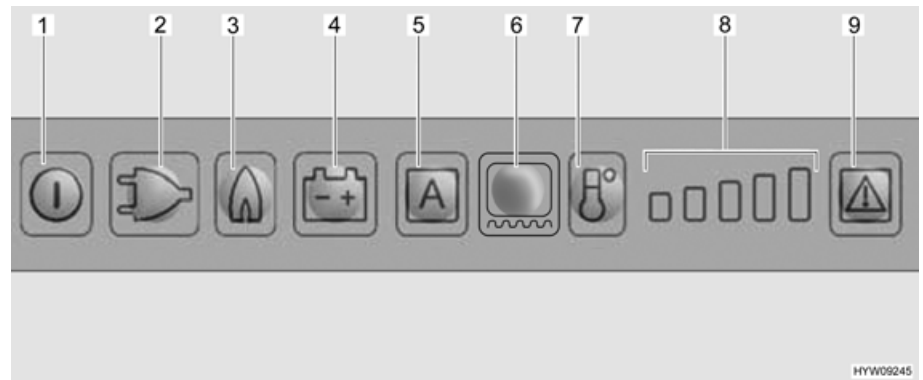

Bild 158 LED-Bedienfeld (Kühlschrank Dometic)
Beim Anwählen des Gasbetriebs wird die Zündsicherung automatisch geöffnet, so dass Gas zum Brenner strömen kann. Gleichzeitig wird der elektronische Zünder eingeschaltet. Erlischt die Gasflamme, z. B. durch einen Luftzug, wird der Zünder sofort aktiviert und zündet das Gas wieder an. Bei Störung im Gasbetrieb blinken die Leuchttasten Gas (Bild 158,3) und Störung (Bild 158,9), und es ertönt 20 Sekunden lang ein akustischer Alarm.
- Taste Ein/Aus (Bild 158,1) etwa 2 Sekunden lang drücken. Der Kühlschrank schaltet sich ein, die zuletzt gewählte Betriebsart wird angezeigt.
- Leuchttaste für die gewünschte Betriebsart (Bild 158,2 - 4) oder den Automatikmodus "AES" (Bild 158,5) (nur bei Ausführung AES) drücken.
- Kühltemperatur mit der Taste Kühlstufe (Bild 158,7) einstellen. Die Kühlstufen-Anzeige (Bild 158,8) zeigt die gewählte Thermostat-Einstellung an.
- Taste Ein/Aus (Bild 158,1) etwa 2 Sekunden lang drücken.
Kühltemperatur-Regelung Nach dem Einschalten wählt der Kühlschrank automatisch die mittlere Thermostat-Einstellung. Diese Einstellung kann manuell mit der Taste Kühlstufe (Bild 158,7) nachgeregelt werden. Es dauert einige Stunden, bis der Kühlschrank die normale Betriebstemperatur erreicht hat. Beim Umschalten auf eine andere Betriebsart wird die Thermostat-Einstellung beibehalten.
- Rahmenheizung für eine Dauer von 2 Stunden einschalten: Leuchttaste Rahmenheizung (Bild 158,6) einmal drücken. Ein Balken der Kühlstufen-Anzeige (Bild 158,8) leuchtet.
- Rahmenheizung für eine Dauer von 5 Stunden einschalten: Leuchttaste Rahmenheizung (Bild 158,6) zweimal drücken. Zwei Balken der Kühlstufen-Anzeige (Bild 158,8) leuchten.
- Rahmenheizung auf Dauerbetrieb stellen: Leuchttaste Rahmenheizung (Bild 158,6) dreimal drücken. Drei Balken der Kühlstufen-Anzeige (Bild 158,8) leuchten.
Die Kühlstufen-Anzeige (Bild 158,8) zeigt einige Sekunden lang die Betriebsdauer der Rahmenheizung an.
Bei einer Störung blinkt die Leuchttaste Störung (Bild 158,9). Außerdem blinkt entweder eine der Leuchttasten Betriebsart oder die Kühlstufen-Anzeige. Zusätzlich ertönt ein akustisches Warnsignal. Hinweise zur Fehleranzeige und Fehlerbehebung siehe Kapitel 15.
- ▷ Nachdem eine Störung des Gasbetriebs behoben wurde, Leuchttaste Reset (Bild 158,9) drücken.